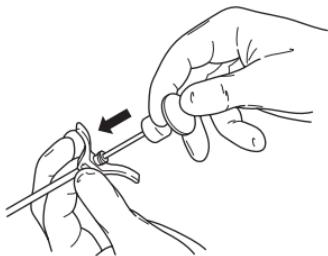

Abbildung 3 – Knochenzement mit dem Knochenzement-Obturator injizieren
5. Den Knochenzement unter fluoroskopischer Kontrolle mit dem Knochenzement-Obturator injizieren (Abbildung 3).